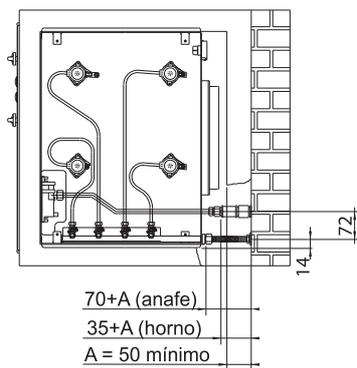

Fig. 23
5. Conecte el barral del anafe a la red domiciliaria de gas, preferentemente por medio de una conexión flexible aprobada según detalle precedente. El extremo del barral del anafe termina en una rosca GCM $\frac{1}{2}$ " (Fig 23).